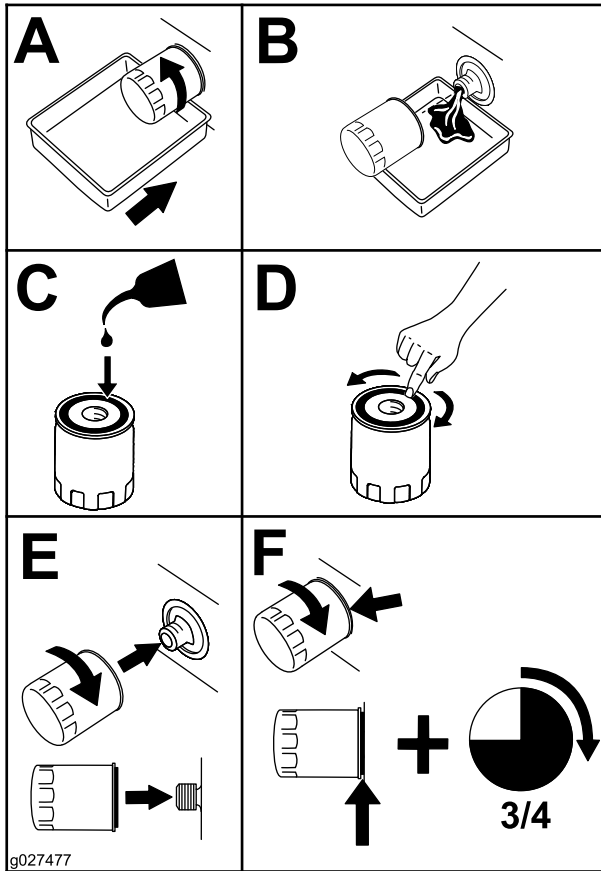

Figura 31
5. Retire el filtro de aceite del motor (Figura 31).